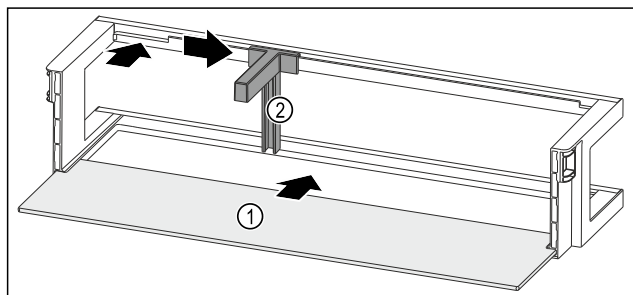

Fig. 234 Raft montat pe ușă cu raft
- ▶ Împingeți în interior raftul Fig. 234 (1) în degajările laterale.
- ▶ Introduceți suportul pentru sticle Fig. 234 (2) în degajare.
- ▶ Împingeți în lateral suportul pentru sticle Fig. 234 (2) în poziția dorită.